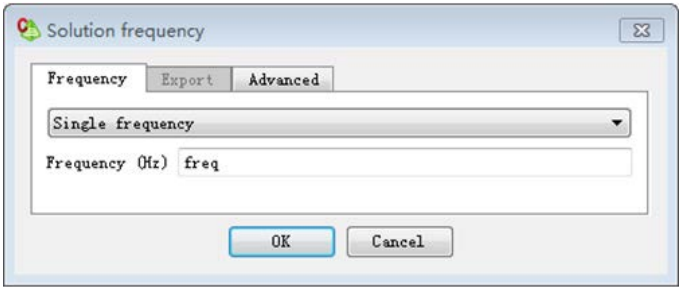

图 7-53 设置工作频率
- (5) 设置频率
- 单击“OK”按钮，如图 7-53 所示。